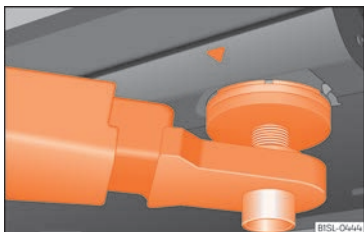
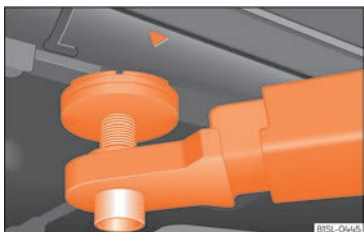

Abb. 283 Aufnahmepunkte vorn zum Anheben mit der Hebebühne oder dem Wagenheber.
Abb. 284 Aufnahmepunkte hinten zum Anheben mit der Hebebühne oder dem Wagenheber.
Das Fahrzeug darf nur an den in den Abbildungen » Abb. 283 und » Abb. 284 gezeigten Punkten angehoben werden. Wenn das Fahrzeug nicht an den gezeigten Punkten an-
- Fahrzeug nur an den in den Abbildungen » Abb. 283 und » Abb. 284 gezeigten Punkten anheben. Wenn das Fahrzeug nicht an den gezeigten Punkten angehoben